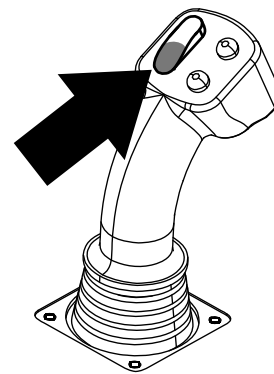
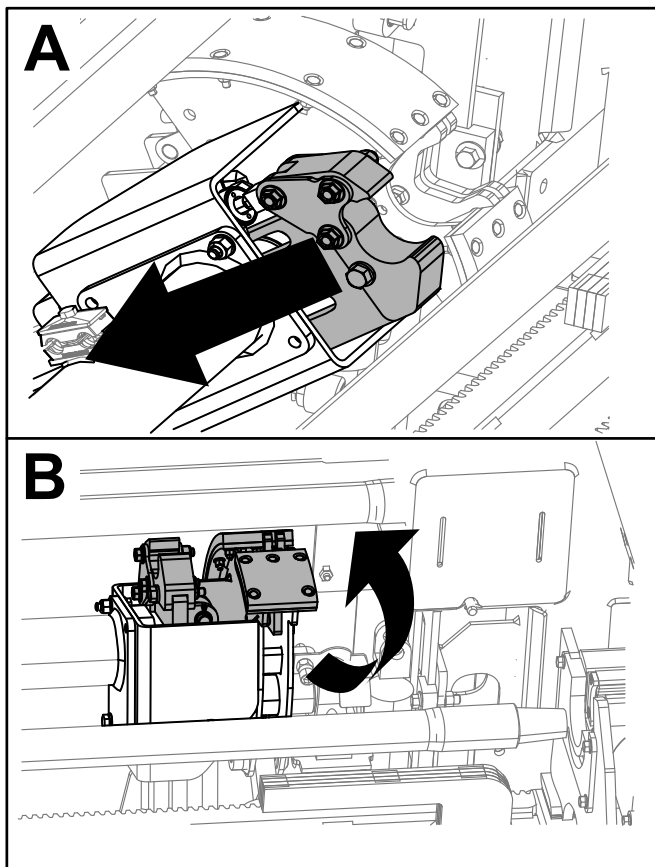

Figura 38
Figura 39
11. Mantenha premda a secção inferior do interruptor oscilador (Figura 38) até os braços retraírem e o conjunto do excêntrico voltar à posição inicial (fila 3) (Figura 39).